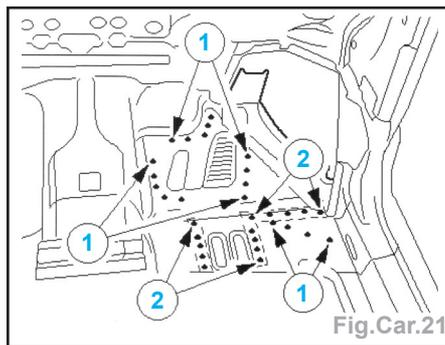

Fig.Car.21
- Fraiser les points de soudures (1) et (2) (2 épaisseurs) du renfort de tablier (Fig.Car.21).